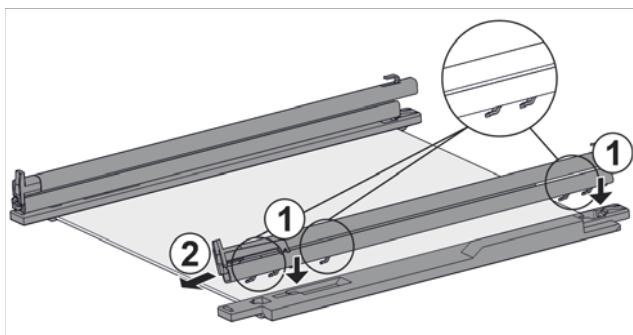

Fig. 48 Стеклянная пластина с направляющими и крепежными элементами
- ▶ Поместите крючки направляющей в отверстия **левого** крепежного элемента. Fig. 48 (1)
- ▶ Потяните направляющую вперед. Fig. 48 (2)
- ▶ Поместите крючки направляющей в отверстия **правого** крепежного элемента. Fig. 48 (1)